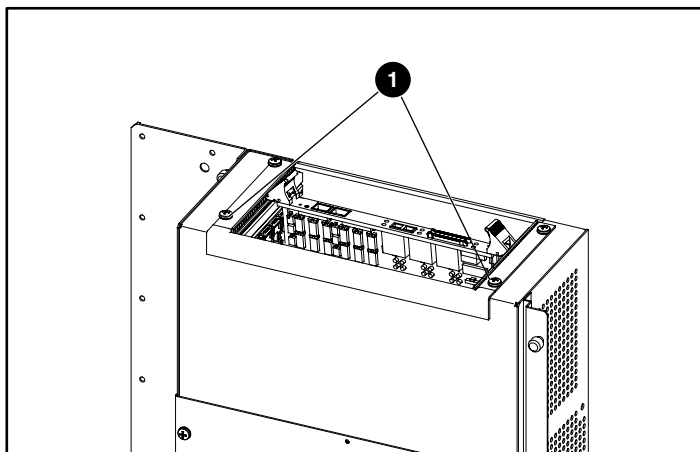

Figura 14: Rimozione delle viti dell'alloggiamento di espansione
1. Rimuovere le due viti che fissano la parte anteriore dell'alloggiamento di espansione all'alloggiamento dei componenti elettronici (vedere la Figura 14).